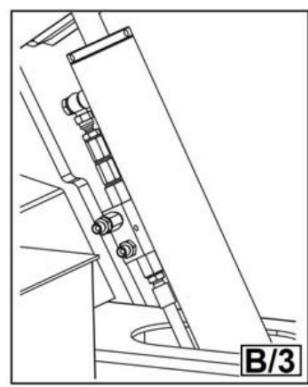

Рисунок 3
- 3) Обратный клапан с двойным уплотнением предохраняет рычаг патрона от падения при случайном разрыве гидравлического контура (рис. 3).